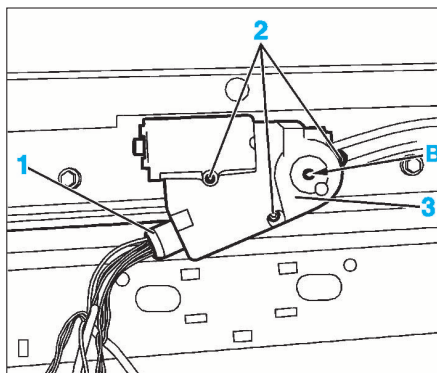

FIG. 79
Dans le cas d'une panne électrique, fermer le toit ouvrant à l'aide d'une clé six pans en (B) (Fig.79).